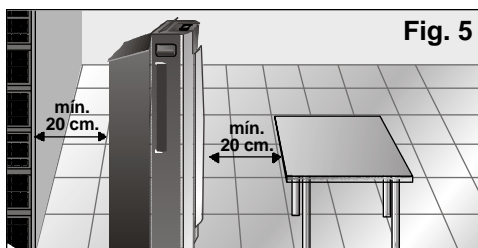

Fig. 5
- Por seguridad antes de conectar su equipo es necesario que esté separado al menos 20 cm de cualquier superficie cercana, **Fig. 5**.